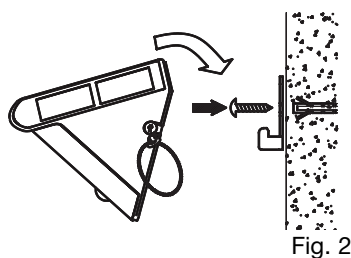

Fig. 2
2. Taladre dos agujeros en la pared donde desea instalar la luz y coloque los tapones de plástico en los agujeros. Luego sujete la placa de montaje con tornillos (Fig. 2).